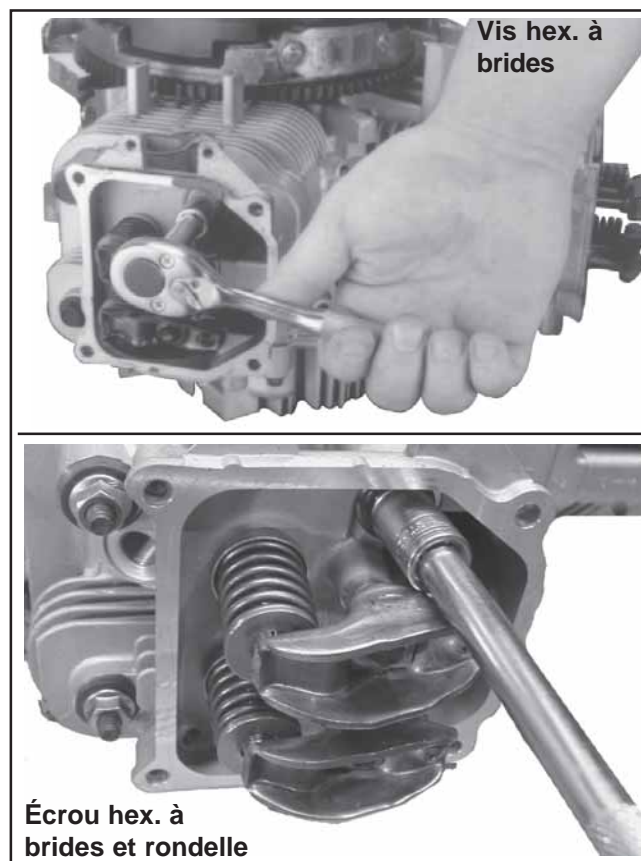

Figure 9-36. Dépose des fixations de la culasse.
1. Retirer les quatre vis ou les écrous hexagonaux à brides et les rondelles attachant chaque culasse. Voir la Figure 9-36. Jeter les vis, les écrous et les rondelles retirés. Ne pas les réutiliser. Si l'unité comporte des goujons, ils ne doivent être retirés que s'ils sont endommagés ou si un reconditionnement du cylindre est nécessaire. Une fois retirés, ils doivent être remplacés.
3. Retirer prudemment les poussoirs, les culasses et les joints de culasse. Voir la Figure 9-36.